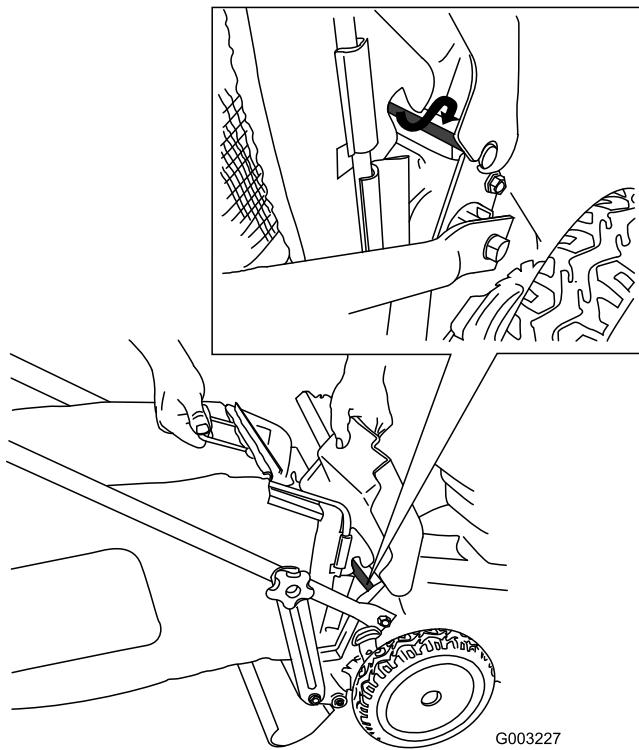

Figure 36
4. Montez le bac sur la tige du volet (Figure 36).